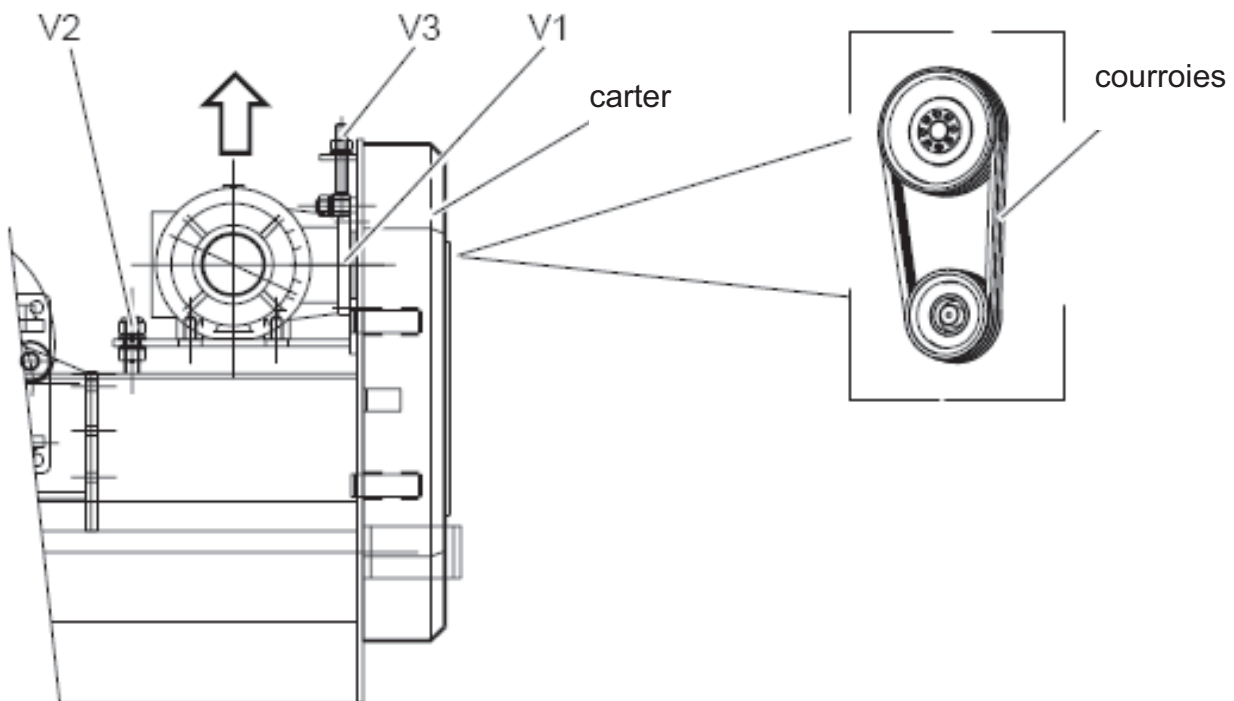

Fig. 6.7
Pour mettre sous tension les courroies procéder de la manière suivante (fig. 6.7) :
7.3.2 Remplacement des courroies (fig. 6.7)